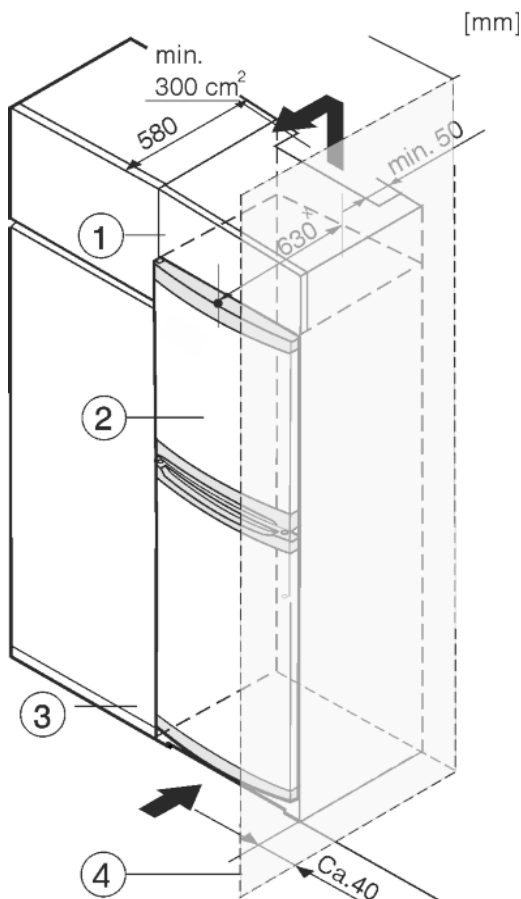

Fig. 8
Spotřebič lze zabudovat do kuchyňských skříní. K vyrovnání spotřebiče *Fig. 8 (2)* na výšku kuchyňské linky lze na přístroj nasadit nástavec *Fig. 8 (1)*.
Při montáži do kuchyňských skříní (hloubka max. 580 mm) lze přístroj instalovat hned vedle kuchyňské skříně *Fig. 8 (3)*. Přístroj přesahuje přední stěnu kuchyňské skříně na stranách o 34 mm * a uprostřed o 50 mm *.
Když se přístroj instaluje závěsy vedle stěny *Fig. 8 (4)*, musí být vzdálenost přístroje od stěny alespoň 40 mm. To odpovídá přesahu madla při otevřených dveřích.